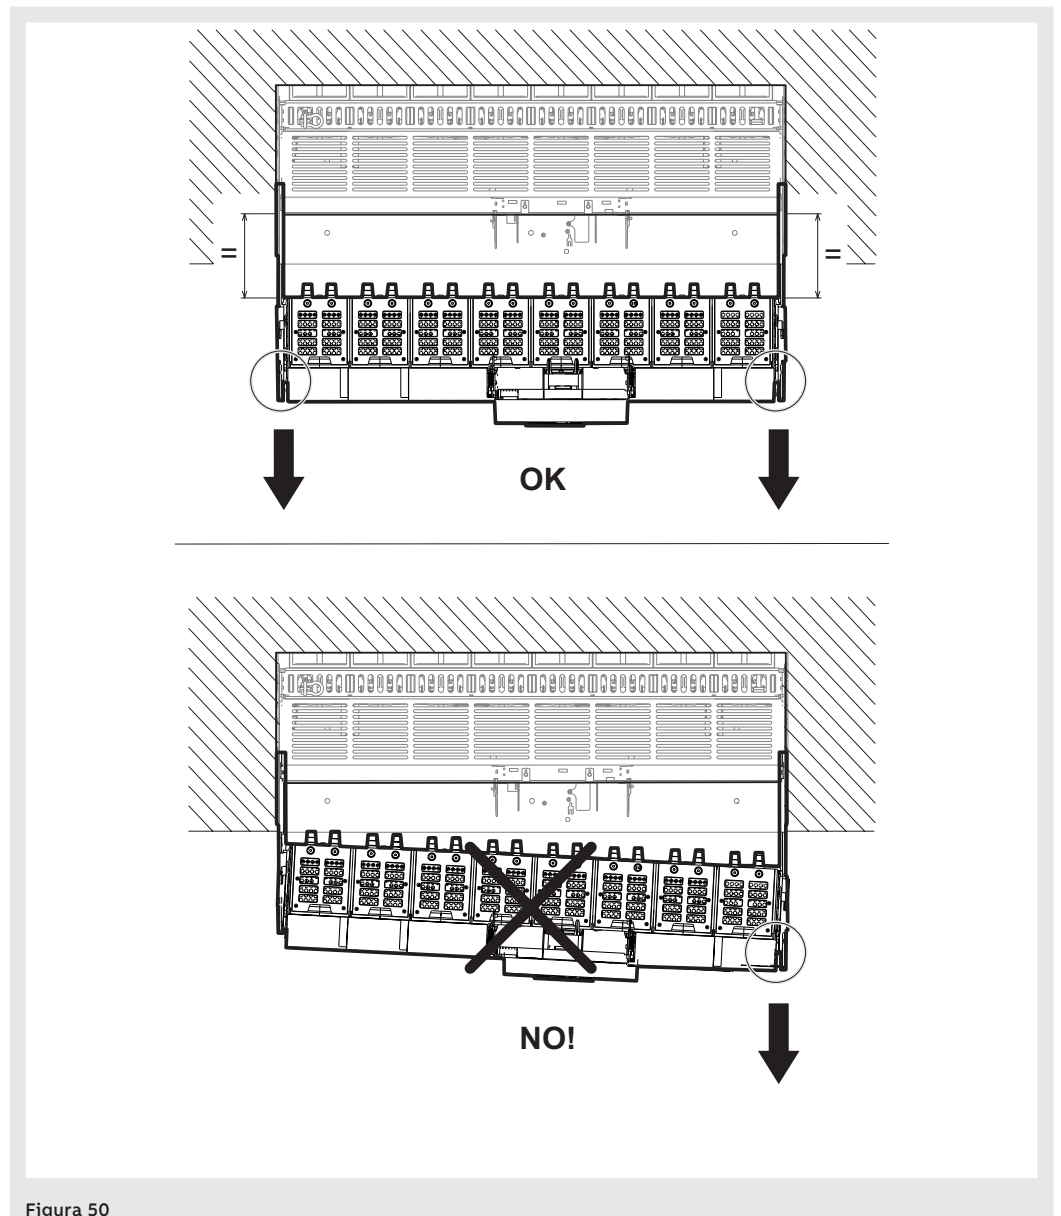

Figura 50
**¡ATENCIÓN!** Verificar que, durante la extracción de la parte móvil, ambas guías de la parte fija efectúen la misma carrera, manteniendo la parte móvil paralela a la parte fija. Véase Figura 50.